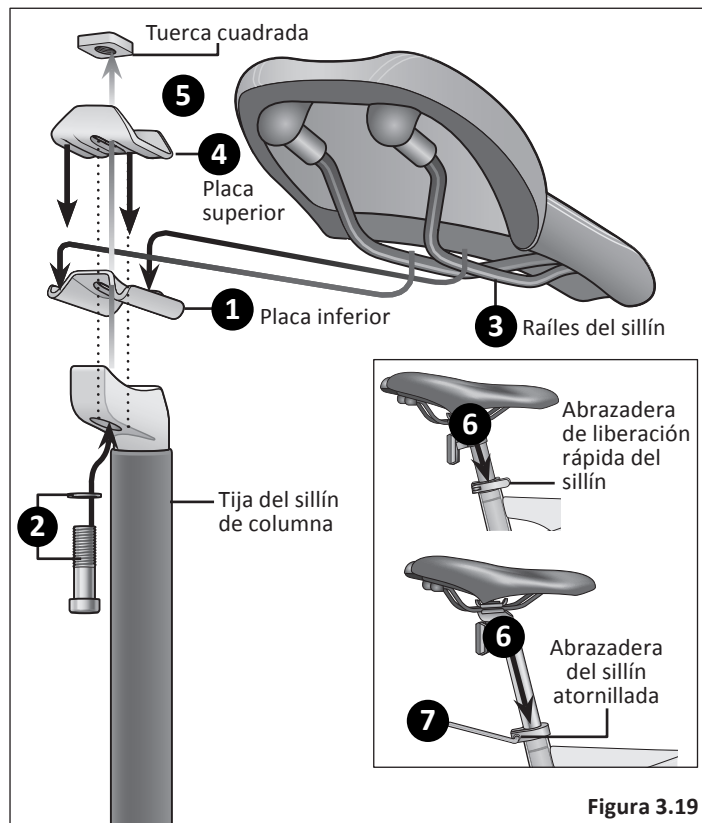

Figura 3.19
- 1 Ponga la placa inferior en la tija del sillín de columna. Asegúrese de que los agujeros de la placa inferior y los agujeros de la tija del sillín estén alineados. **Figura 3.19**